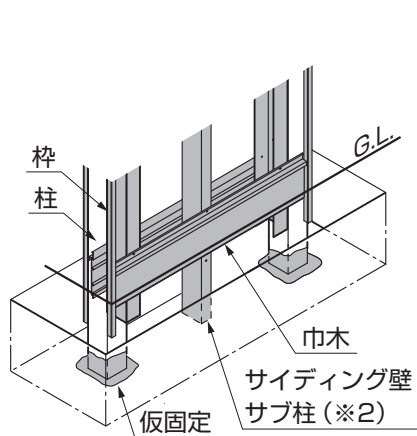

図1-4
- 柱の基礎打設前であることを確認してください。(図1-4参照) 基礎打設後の場合、柱、幅木、サイディング壁サブ柱(※2)の取付けができません。